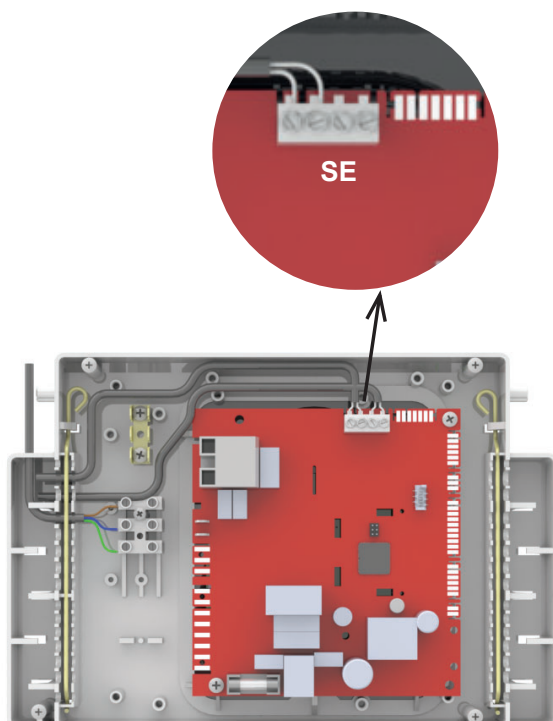

Fig. 40
- Collegare i poli del cavo proveniente dalla sonda in corrispondenza dei rispettivi slot (x5) fig. 40.